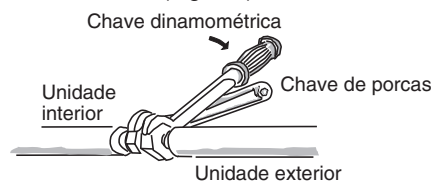

Fig. 5-6
- (2) Para apertar as porcas afuniladas, aplique o binário como indicado.
- Quando retirar as porcas afuniladas das ligações da tubagem, ou quando apertá-las depois de ligar a tubagem, certifique-se de que utiliza uma chave de porcas e uma chave dinamométrica. (Fig. 5-6)